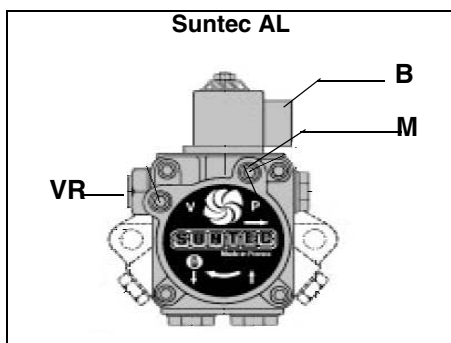

Рис. 16
- 2 вынуть соединительный разъем катушки **B** на насосе (Рис. 16), во избежание нежелательного попадания дизельного топлива в камеру сгорания;
- 8 заново подсоединить катушку **B** к насосу (Рис. 16);